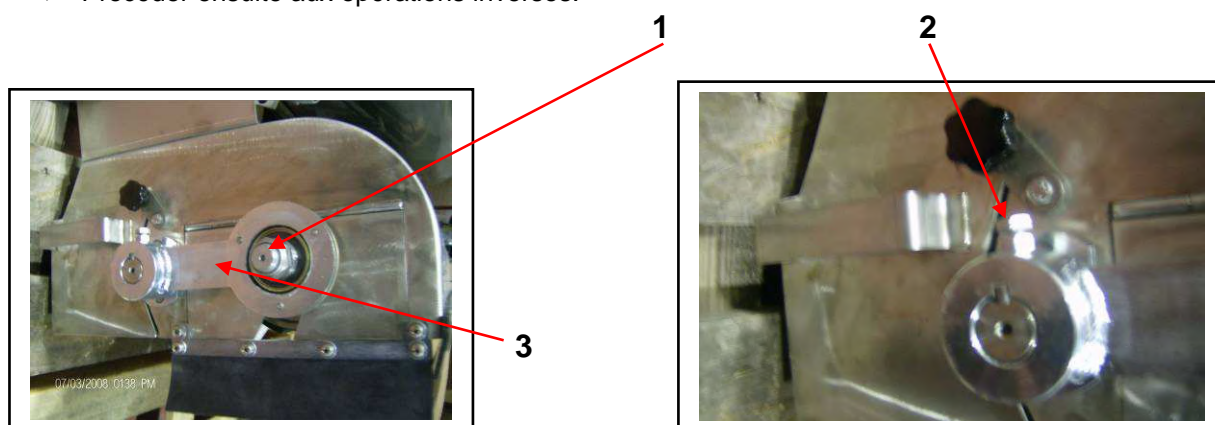

FIGURE O1
- Retirer les vis (détails 1 et 2 fig. O1) et extraire le blocage de la brosse.
- Ouvrir le volet de protection (détail 3 fig. O1).